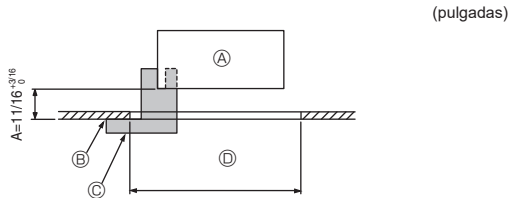
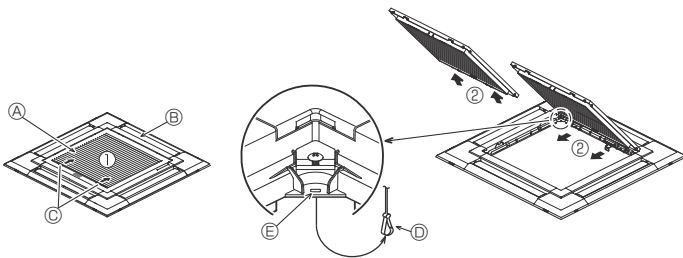
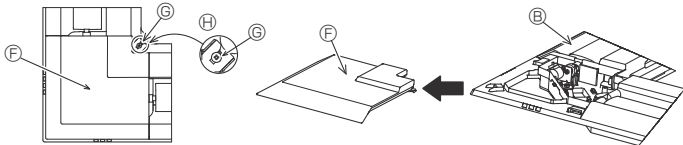

Fig. 6-2
Fig. 6-3
Fig. 6-4
①	Dimensiones de la rejilla	1	950 × 950 (mm), 37-13/32 × 37-13/32 (pulgadas)
②	Plantilla	1	Dividido en cuatro partes
③	Tornillo (4 × 16)	1	Para PLFY-WL·NEMU-E(1)
④	Panel angular del 3D i-see Sensor	1	Para PLFY-WL·NEMU-E(1)
6.2. Preparación para conectar la rejilla (Fig. 6-2)
- Con la plantilla ② que se suministra con este equipo, ajuste y compruebe la posición de la unidad en el techo. Si la unidad no está colocada en el techo de forma adecuada, podrían producirse escapes de aire o generarse una condensación.
- C Plantilla ② (medida en la unidad)
6.2.1. Extracción de la rejilla de admisión (Fig. 6-3)
- Deslice las palancas en la dirección indicada mediante la flecha ① para abrir la rejilla de admisión.
- Con la rejilla de admisión en posición "abierta", extraiga la bisagra de la rejilla de admisión de la rejilla tal y como se indica mediante la flecha ②.
6.2.2. Extracción del panel angular (Fig. 6-4)
- Extraiga el tornillo de la esquina del panel angular. Deslice los paneles angulares indicados por la flecha ① para extraer este panel.
[Fig. 6-3] [Fig. 6-4]